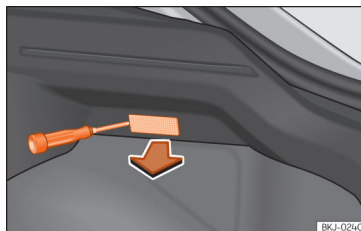

Fig. 176 Luz da bagageira.
- Extraia a tulipa pressionando o rebordo da parte interior da mesma, com a ajuda da parte plana de uma chave de parafusos >>> **Fig. 176**.